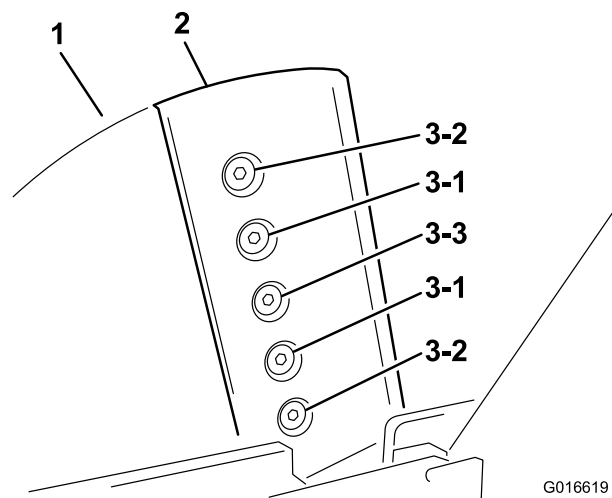

Figura 29
5. Apriete primero los pernos y las tuercas del centro, luego los tornillos y tuercas exteriores, y por último, apriete los pernos y tuercas interiores. Consulte la secuencia de apriete (Figura 29).
2. Gire el volante con un palo hasta que los pernos y las contratueras que sujetan las cuchillas al volante estén accesibles (Figura 29).